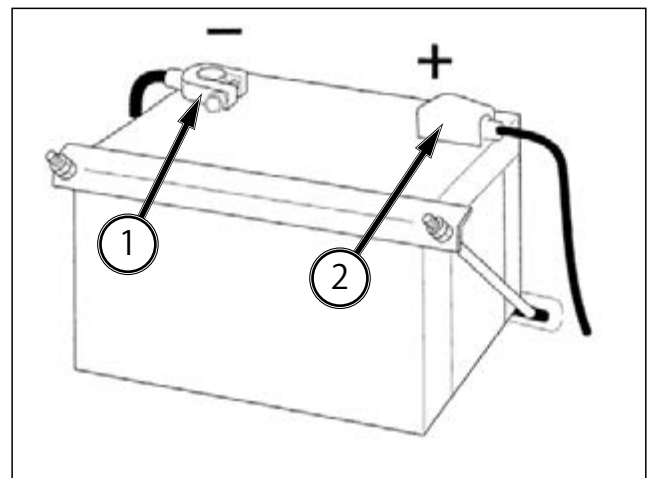

FIG. 107
FIG. 107 : Pour remplacer la batterie, débranchez d'abord le câble négatif (-) (1) puis le câble positif (+) (2). Desserrez et retirez la patte de fixation de la batterie et retirez la batterie du tracteur avec précaution.